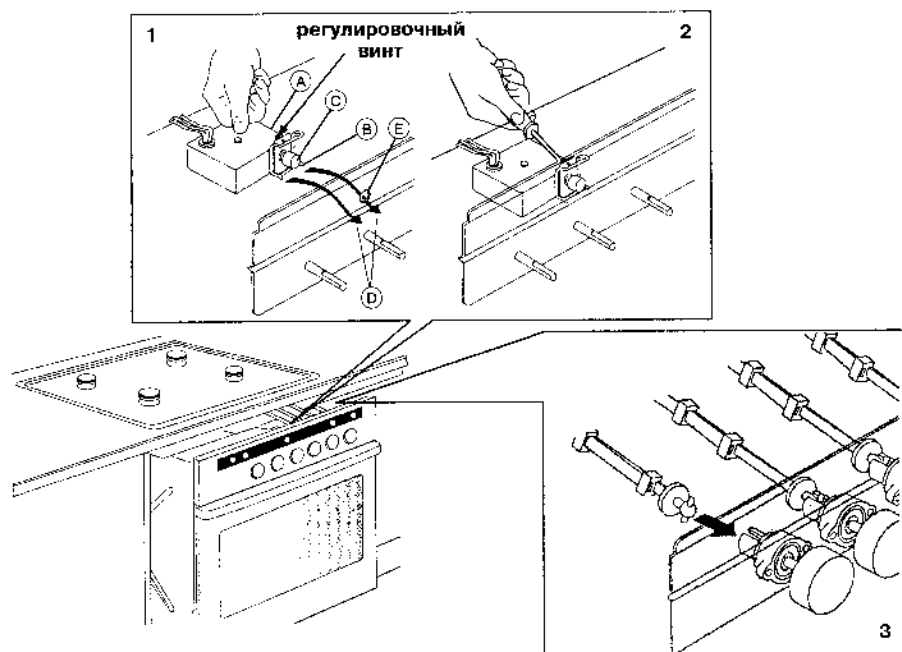

Рис. 21
- Распределительная коробка (A) имеет три выступа (B) и кнопку (C), которые должны войти в прорези (D) и (E) соответственно в опоре панели управления духовкой (рис. 21).
- Закрепите и отрегулируйте выключатель поджига (рис. 21). Нажимайте и заворачивайте либо отворачивайте регулировочный винт до тех пор, пока не будет обеспечен поджиг.
- Подвиньте духовку или блок переключателей к соединительным принадлежностям и закрепите три телескопических элемента в канавке соответствующего исполнительного механизма (рис. 21).